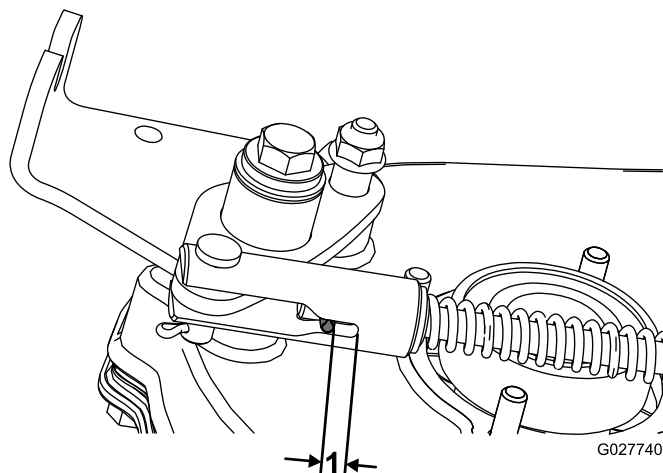

Рисунок 46
2. Измерьте расстояние от цилиндрического штифта до конца паза (Рисунок 46), если оно меньше 0,8 мм, отрегулируйте сцепление, как описано в приведенных ниже пунктах.
- Включите рычаг дроссельной заслонки и измерьте расстояние между цилиндрическим штифтом и концом паза (Рисунок 46). Это расстояние должно быть в пределах от 6 до 9,5 мм.